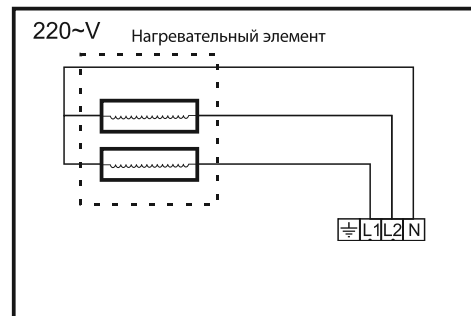

Рис.5
4. Подключение к электрической сети осуществляется с помощью соединительной колодки\* к 4-х жильному электрическому кабелю выведенному из корпуса прибора (см. рис. 5).
Инфракрасный обогреватель подключаются к терморегулятору согласно схеме подключения (см. рис. 5). Терморегулятор должен быть рассчитан на силу тока обогревателя. К одному терморегулятору